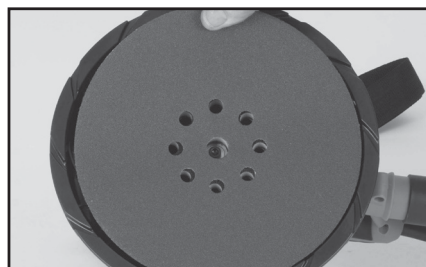

Fig. 4
- Prestare attenzione a che i nove (9) fori sul disco abrasivo si allineino alla perfezione con i nove (9) fori sul platello. (Fig. 4)